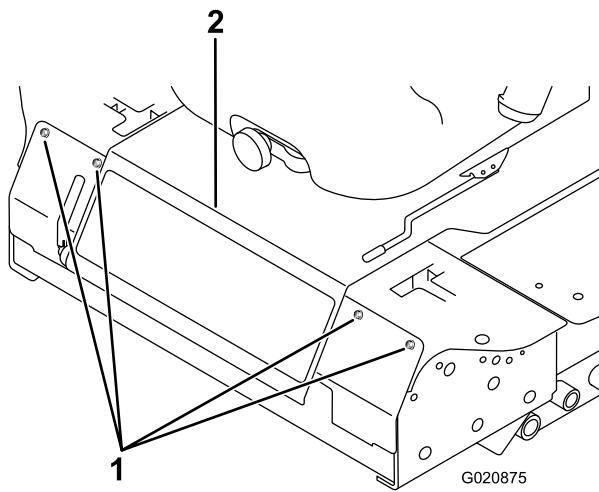

Figure 62
2. Retirez les boulons de fixation du panneau avant et déposez le panneau (Figure 62).